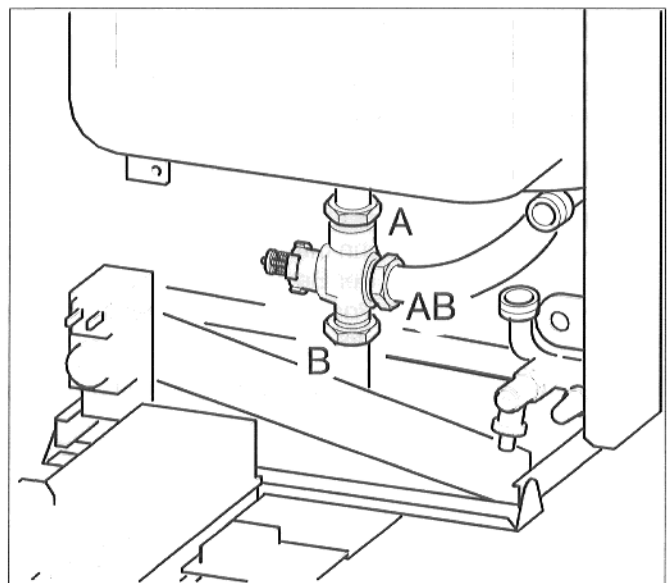

Abb. 50 Dreiwegeventil tauschen
- Verschraubungen am Dreiwegeventil lösen (Abb. 50).